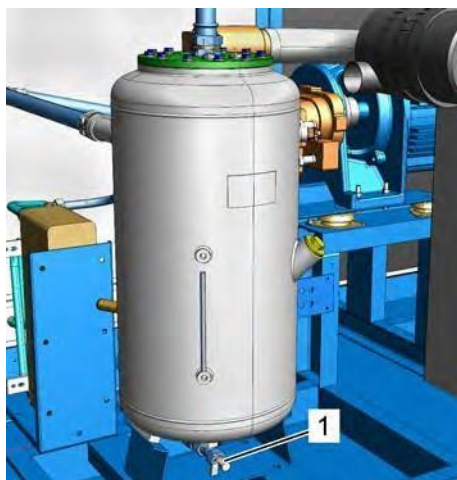

Рис. 44: Водосток
7. ▶ Откройте водосток (Рис. 44/1).
- 13.** Закройте водосток (Рис. 44/1).